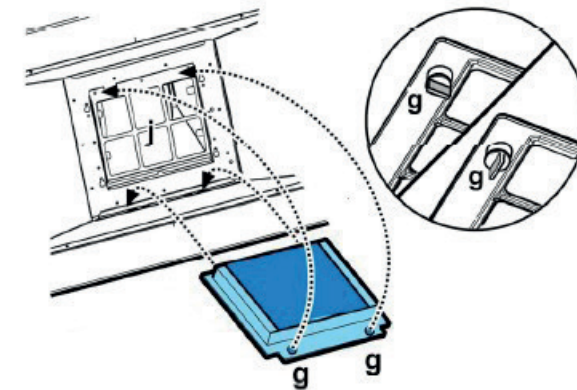

Abbildung 9
2. Entfernen Sie den Filterblock aus seinem Fach, indem Sie die Befestigungsschrauben (g) um 90° drehen, und ziehen Sie ihn dann heraus (Abb. 9).